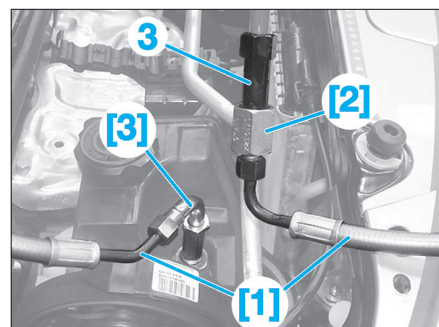

Fig. 35
- le raccord [2] sur le raccord haute pression (3) (Fig.35),